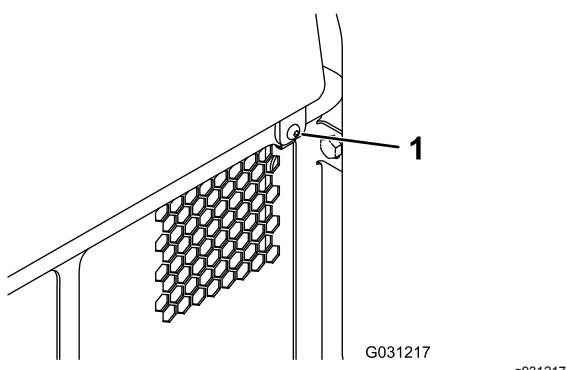

Figura 34
2. Levante el panel de acceso trasero para tener acceso a los componentes internos (Figura 34).